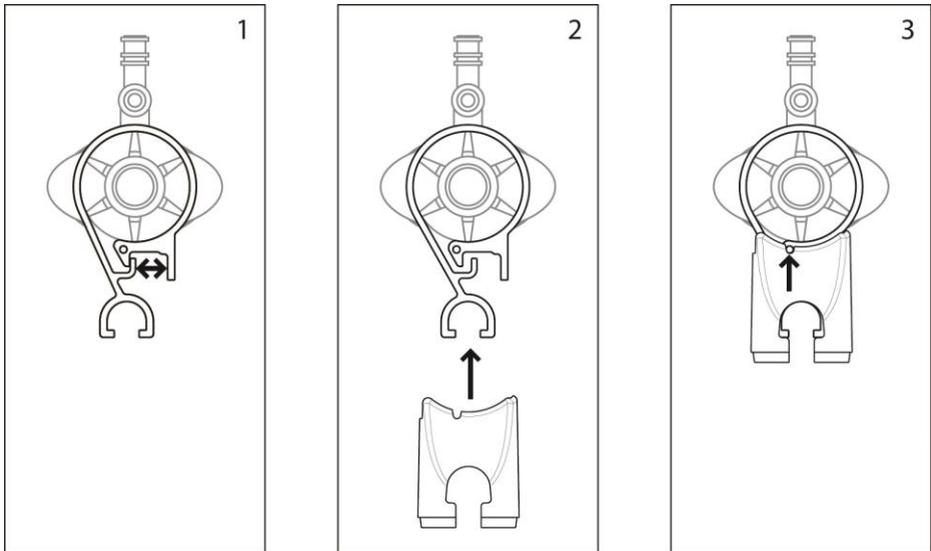

Abbildung 4
(S) Die Kugel des Trokars in die Kugelklemme einsetzen (siehe 1 Abbildung 4). Die Klemmenbasis auf die Kugelklemme setzen (siehe 2 Abbildung 4). Der Stift auf der Kugelklemme muss in die Aussparung der Klemmenbasis einrasten (siehe 3 Abbildung 4).
Die Kugelklemme nie weiter als in Abbildung 1 (Abbildung 4) öffnen und niemals drehen. Das würde zu einer bleibenden Verformung führen, wodurch die ordnungsgemäße Funktion nicht mehr gewährleistet werden kann.